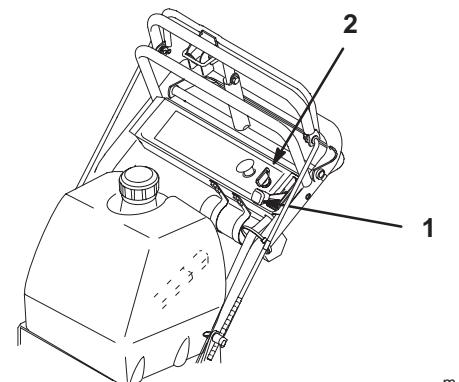

Bild 15
1. Stellen Sie den Gashebel auf "LANGSAM" (Bild 15).
3. Drehen Sie den Zündschlüssel auf "AUS" (Bild 15).